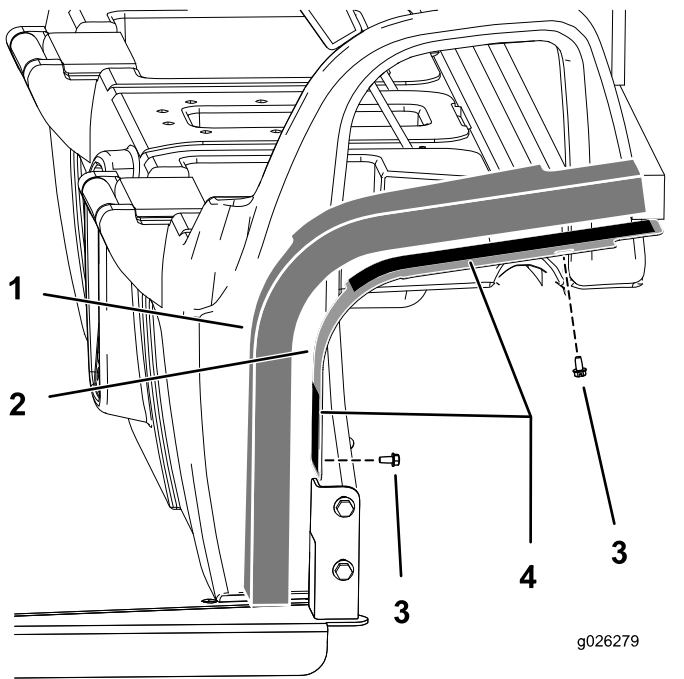

Figure 6
1. Fixez les panneaux latéraux sur la cabine avec 4 boulons (1/4"), comme montré à la Figure 6.
3. Retirez la pellicule protectrice du ruban adhésif double face sur les plaques de montage (Figure 6).
4. Montez les panneaux en mousse sur l'ensemble (Figure 6).